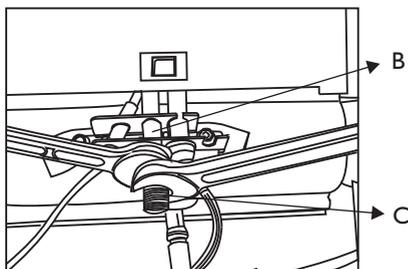

Fig.3
3. Sujete el piloto "B" con una llave de 10mm y retire el inyector "C" utilizando una llave de 1/2". (Fig.3) Reemplácelo por el inyector provisto. Vuelva a conectar el caño piloto.